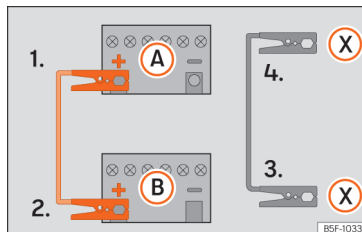

Abb. 163 Anschlusschema für Fahrzeuge mit Start-Stopp-System.
Starthilfekabel nur in folgender Reihenfolge anklammern **1 > 2 > 3 > 4** » (Abb. 163).
Fahrzeuge mit Start-Stopp-System: Klemmen Sie ein Ende des schwarzen Starthilfekabels (X) an einen geeigneten Masseanschluss, ein massives, fest mit dem Motorblock verschraubtes Metallteil oder an den Motorblock selbst » (Abb. 163).
5. Klemmen Sie das andere Ende des schwarzen Starthilfekabels (X) im Fahrzeug mit der entladenen Batterie an ein mit dem Motorblock verschraubtes, massives Metallteil oder an den Motorblock selbst, aber so weit wie möglich von der Batterie A entfernt an.